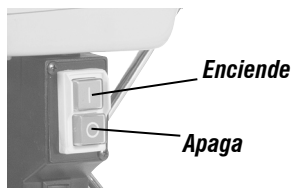

Fig. 12 – Interruptor electromagnético
Presione el botón verde del interruptor (I) para encender el taladro, y presione el botón rojo (O) para apagar, Fig 12.